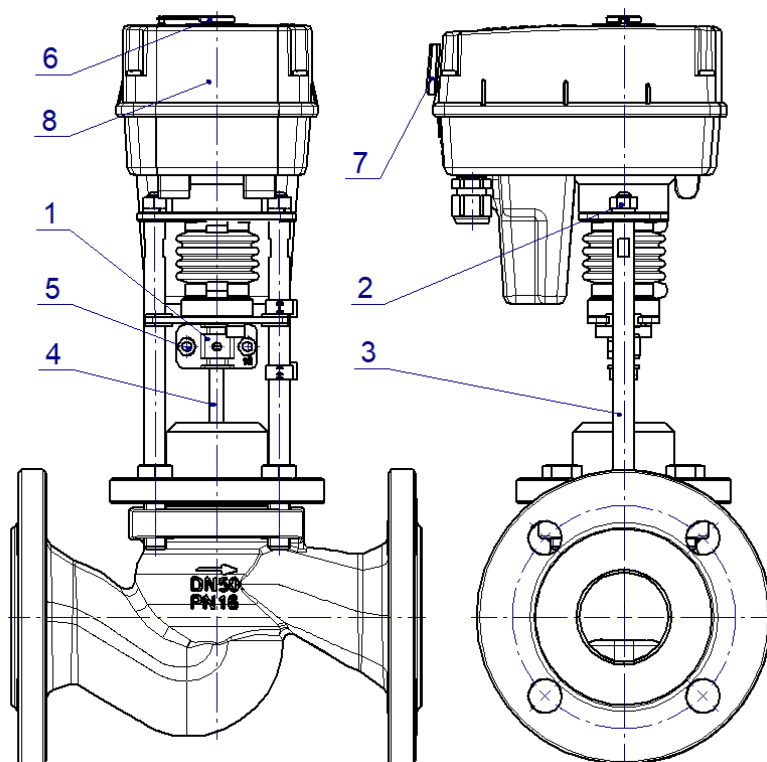

Рисунок 3 – Монтаж электропривода
Последовательность присоединения (см. рисунок 3) электропривода на арматуру приведена ниже и проводится в следующем порядке:
- открыть пробку крышки (6) (здесь и далее рисунок 3);
- вставить ключ шестигранный (7) в отверстие и повернуть ключ в нужное положение в соответствии с информационным указателем на крышке привода;
- извлечь ключ и закрыть отверстие в крышке пробкой крышки (6).
- подключающие проводники (см. рисунки 1 и 2) отсоединить от клеммных колодок (11) и извлечь из кабельных вводов (12);
- отсоединить электропривод от арматуры (см. рисунок 3), предварительно открутив гайки со стопорными шайбами (2) и винты (5) муфты (1);